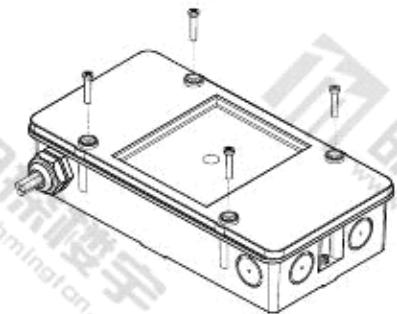

图 6
1. 打开盒盖（图 6）。
6. 插入密封条，用螺钉将盒盖拧紧（图 6）。